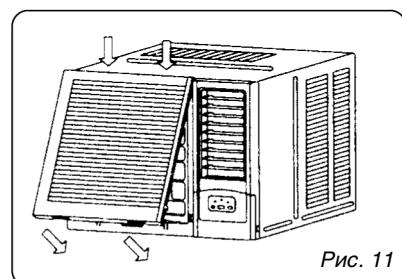

Рис. 11
2. Подвесьте лицевую панель на крепления, затем вставьте ее в углубление, надавив на лицевую панель до щелчка (рисунок 11).